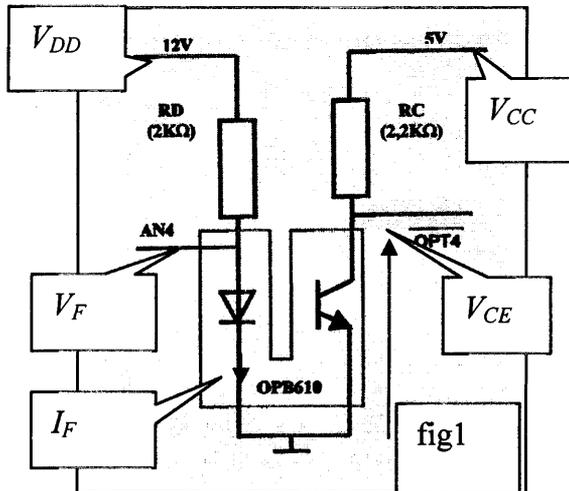
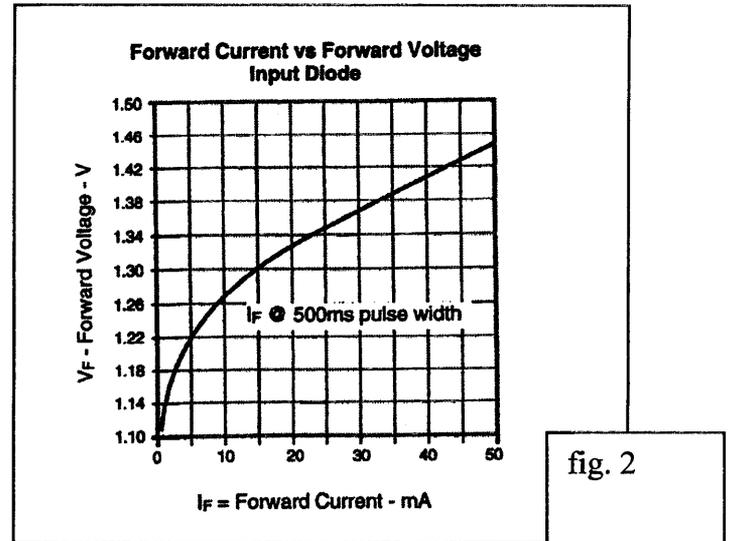

fig.1 : schéma de montage de la Fourche optique
fig2. Caractéristique de la diode émettrice
Chaque roue présente une encoche s'adaptant parfaitement à la fente d'un détecteur à fourche optique « OPB610 ». La fourche optique est insérée dans le montage de la *fig. 1* représenté ci-dessous.
1.1. La caractéristique de la diode du montage donné en *fig.1* est donnée en *fig2*. Dans le réseau d'entrée *fig.1*, exprimer la relation liant : V_{DD} , I_F , R_D et V_F .
Fig.3 caractéristique de la diode : zoom de la fig.2